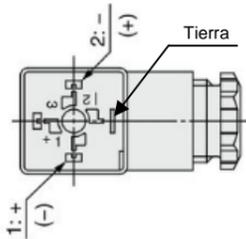

Figura 2. Polaridad del terminal DIN
- Se muestran las conexiones en la Figura 2. Realice las conexiones a la fuente de alimentación en consecuencia.